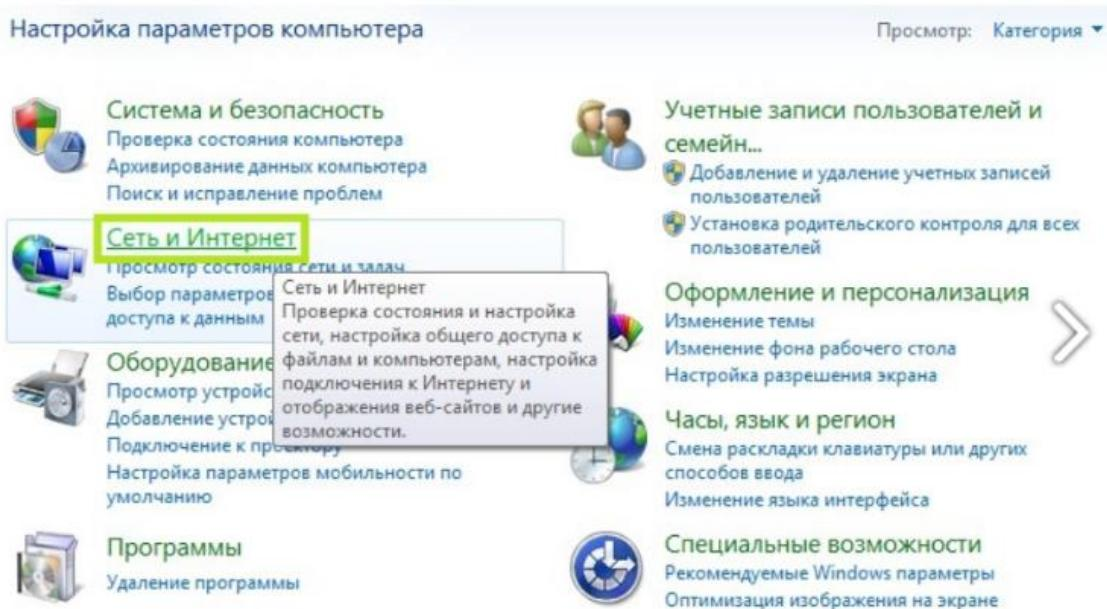

Рисунок 15 – Пункт «сеть и интернет»
**4.1 Настройка сетевого подключения в ОС.** При установленной на ПК системе Windows 7 нажать кнопку «Пуск» и выбрать пункт «Панель управления» (рисунок 15). Затем выбрать пункт «Сеть и Интернет».